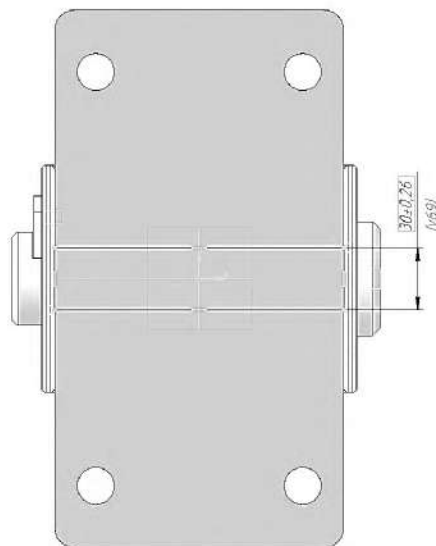

Рисунок 3.51. Построение прямоугольника
3.2.6 Прямоугольник переместится в середину основания (рисунок 3.51).